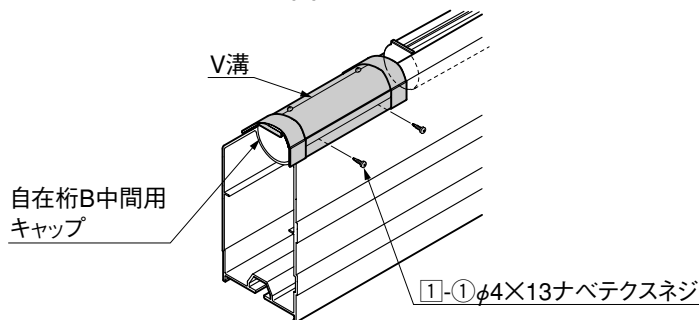

図4-2
- ② 自在桁端部側の自在桁カバーキャップが自在桁端部に引っかかった所で止めてください。(図4-2参照)